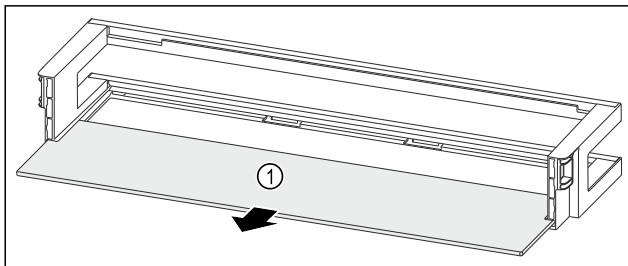

Fig. 90 Лотки на дверцятах з полицею
- ▶ Дістаньте полицю Fig. 90 (1).